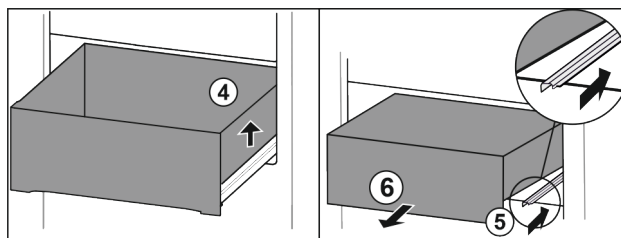

Fig. 14*
- ▶ Sollevare il cassetto a destra Fig. 14 (4).*
- ▶ Inserire la guida a destra Fig. 14 (5).*
- ▶ Rimuove il cassetto tirandolo in avanti Fig. 14 (6).*